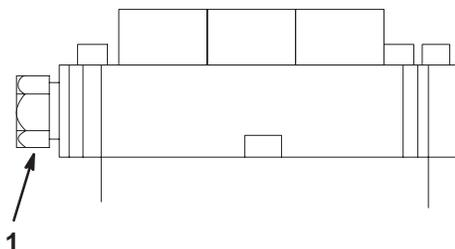

Figure 22
2. Tournez les vannes de dérivation d'un tour dans le sens anti-horaire pour pousser la machine. Cela permet au liquide hydraulique de contourner la pompe et aux roues de tourner (Fig. 22).
Tournez les vannes de dérivation une fois dans le sens horaire pour utiliser la machine (Fig. 22).